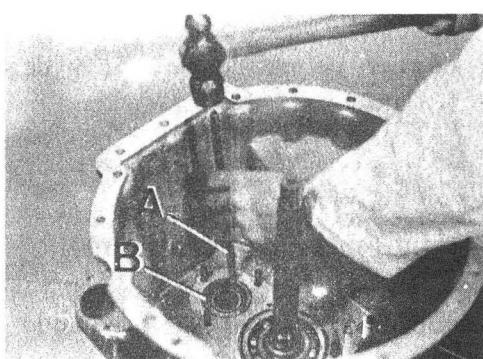

Fig. C1-86 Ajuste eje intermediario
2.2.6. Aproximar la pista exterior del rodamiento delantero del eje intermediario, hasta conseguir un juego longitudinal (0) en dicho eje, comprobando a la vez, el giro sin carga del eje intermediario (Fig. C1-86).